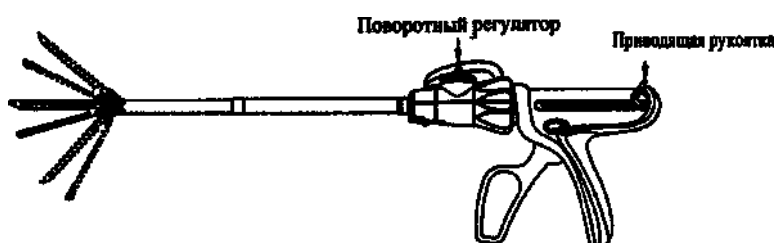

Рисунок 2
3. Удерживая неподвижную рукоятку одной рукой, отведите поворотный регулятор в сторону другой рукой. Угол поворота зажима можно регулировать как минимум до $22,5^\circ$ с одной стороны. Пока поворотный регулятор зафиксирован в каком-либо положении, угол поворота зажима остаётся постоянным. Чтобы вернуть зажим в исходное ровное положение, отведите поворотный регулятор в центральную позицию (Рисунок 2).